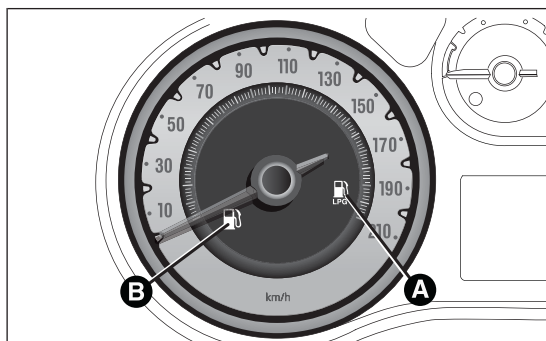

fig. 16
- si accende la spia gialla  A fig. 16 sul quadro strumenti;
- si accende la spia verde  B fig. 16 sul quadro strumenti.